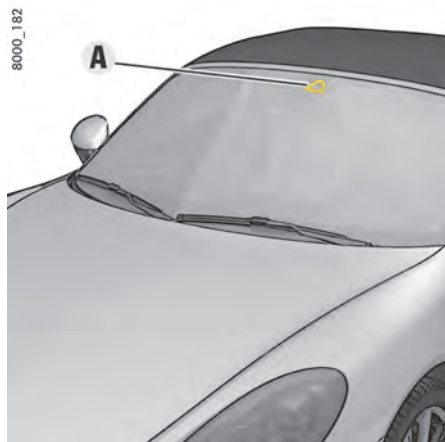

Fig 1 : Position de la caméra
- ▶ Ne couvrez pas la zone de la caméra au niveau du rétroviseur intérieur (Fig. 1) avec des corps étrangers (p. ex. des autocollants).